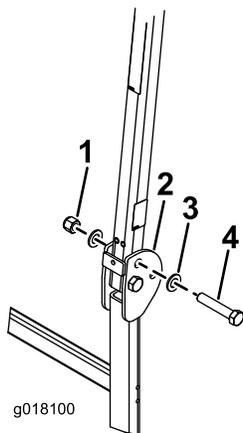

図 8
- 図 8に示すように、ワッシャ13/16 x 1 1/2"を各ボルト 3/4 x 4"に組み付ける。
- ピンを抜いた穴に、ボルトとワッシャを取りつける 図 8。
- 図 8のように各ボルトにもう1枚のワッシャを入れ、ナット 3/4"で固定する。各ナットを 323-396 N·m 33-40 kg.m = 238-292 ft-lbにトルク締めする。
- ROPSのピボットボルト 図 8をトルク締めする 91-113 N·m9.3-11.5 kg.m = 67-83 ft-lb。これはサンシェードの重みでROPSが揺れるのを防止するためである。